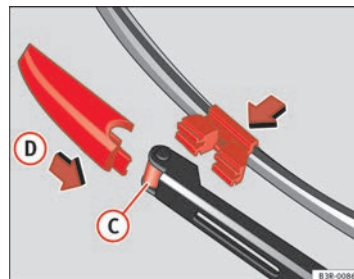

Abb. 171 Wischerblatt befestigen
- Das neue Wischerblatt in die Aufnahme des Scheibenwischerarms ⇒ Abb. 171 (C) einsetzen.
- Schieben Sie das Verriegelungsstück am Wischerblatt in Pfeilrichtung (D), bis es spürbar am Wischerarm einrastet. ▶